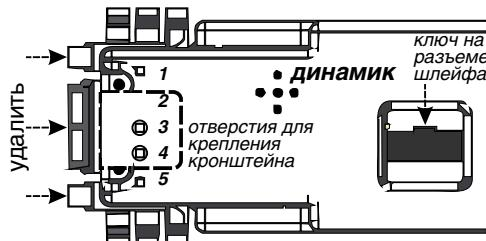

Рис. 4.15
8. Устанавливаются кронштейны, как показано на рисунке 4.16. Прикладываем согнутый кронштейн короткой стороной к задней панели, часть с большим круглым отверстием приподнята. При этом фигурный вырез кронштейна должен быть обращен в противоположную от динамика сторону. Рис. 4.15 и рис. 4.16.
9. На задней панели Дисплея с боковых сторон находится по пять отверстий. Прикручиваем кронштейн саморезами через пару ближайших к сгибу крепежных отверстий, в отверстия "3" и "4" на задней панели компьютера, рис. 4.15. Таким же образом прикручиваем второй кронштейн с другой стороны. Рис. 4.16.